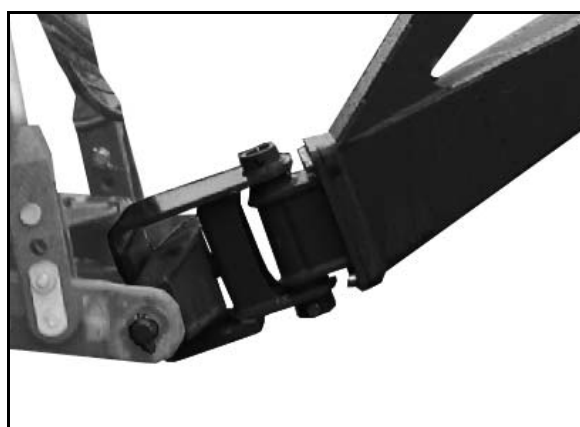

Рис. 32
- Прицепная поперечина для нижней тяги трактора категории 4 (Рис. 32).